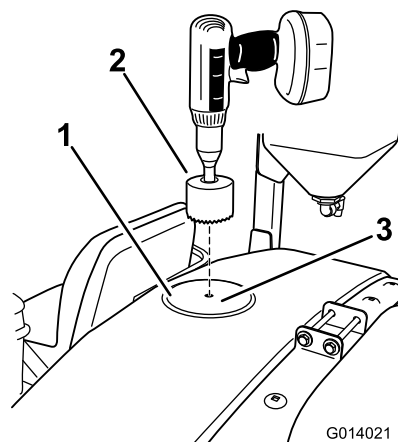

Bild 20
1. Ermitteln Sie die vordere Stelle oben am Behälter, wie in Bild 20 dargestellt. Finden Sie die Bohrmarkierung in der Mitte des geformten Kreises.
2. Bohren Sie mit einer Lochsäge (ungefähr 9 cm) ein Loch an der Bohrmarkierung (Bild 20). Der